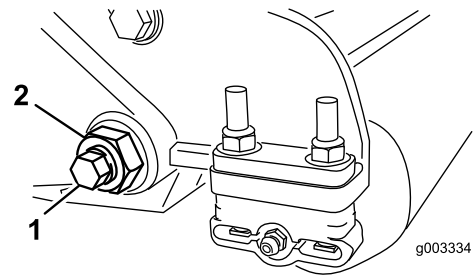
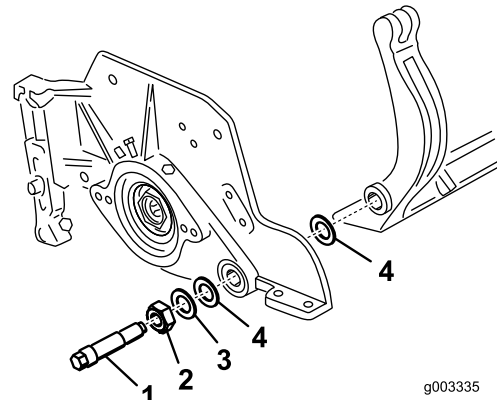

Bild 30
Bild 31
3. Lösen Sie an jeder Seite der Maschine die Klemmmutter, mit der die Schraube des Untermesserträgers befestigt ist (Bild 30).
4. Nehmen Sie jede Schraube des Untermesserträgers ab, damit der Untermesserträger nach unten gezogen und von der Maschine entfernt werden kann (Bild 30). Bewahren Sie die beiden Nylonscheiben und die beiden Scheiben aus gestanzten Stahl an jedem Ende des Untermessers auf (Bild 31).
2. Befestigen Sie den Untermesserträger mit den Untermesserträgerschrauben (Muttern an den Schrauben) und den sechs Scheiben an jeder Seitenplatte. Legen Sie eine Nylonscheibe an jede Seite des Seitenplattenansatzes. Legen Sie eine Stahlscheibe außen auf jede Nylonscheibe (Bild 31). Ziehen Sie die Schrauben mit 37 bis 45 Nm an. Ziehen Sie die Sicherungsmuttern an, bis sich die Stahlscheibe außen nicht mehr dreht und kein Spiel am Ende vorhanden ist, ziehen Sie jedoch nicht zu